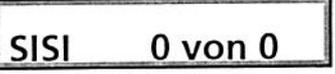

Bild 24 Beginn SISI-Test
- Hat der Patient bis hierher richtig reagiert, so beginnt jetzt der eigentliche SISI-Test durch Drücken der SISI-Taste . Auf der LCD-Anzeige erscheint SISI (Bild 24) und der Modulationspegel ist auf 1 dB eingestellt. Es werden jetzt hintereinander 20 Tonerhöhungen (Inkremente) abgegeben und der Prüfer kann den Testablauf auf der LCD-Anzeige verfolgen (Beispiel Bild 25).